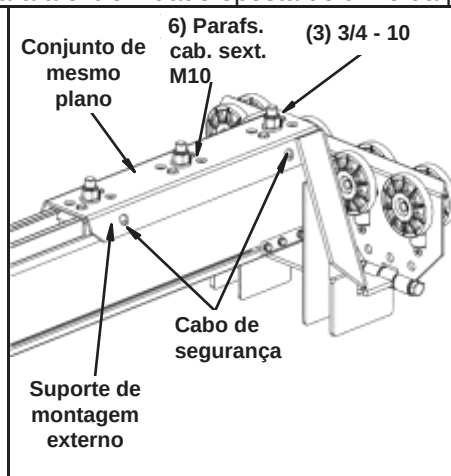

Figura 3-54
- Etapa 7. Fixe os conjuntos da placa de toque ao trilho apertando os seis (6) parafusos de cabeça sextavada M10 x 30 mm na parte superior do trilho. Consulte a Figura 3-54.
- Etapa 8. Instale as três (3) porcas autotravantes 3/4 sobre os três parafusos na parte superior do corpo do mecanismo de translação. Aperte as porcas autotravantes até que estejam adequadamente apertadas e verifique se os parafusos não giram manualmente, mas não os aperte excessivamente.
- Etapa 9. Usando o corpo do mecanismo de translação de mesmo plano como guia, faça quatro (4) orifícios de 13/32 pol. (11 mm) na parte superior do trilho através do canal de suporte nos dois (2) suportes de montagem externos. Não faça orifícios alinhados.
- Etapa 10. Prenda o mecanismo de translação de extremidade do cabo no trilho usando dois (2) orifícios do suporte de montagem externo. Consulte a Figura 3-54. Consulte a seção “Cabeamento de segurança” deste manual na página 3-36.